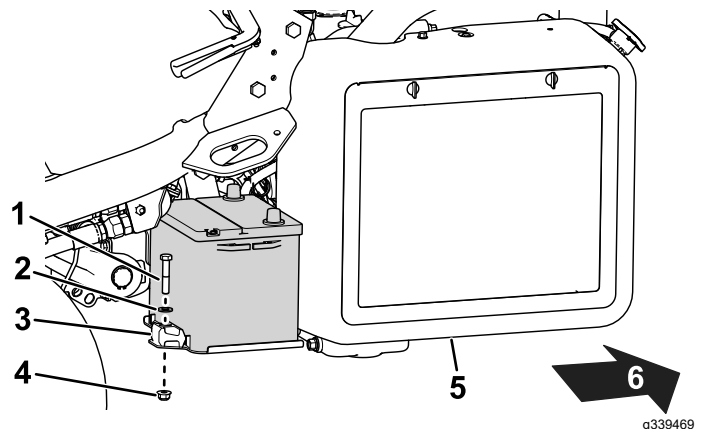

Figure 41
2. Retirez les fixations qui maintiennent la batterie sur son support (Figure 41) et sortez la batterie.
5. Placez la batterie sur son support et fixez-la en place avec les fixations retirées précédemment (Figure 41).